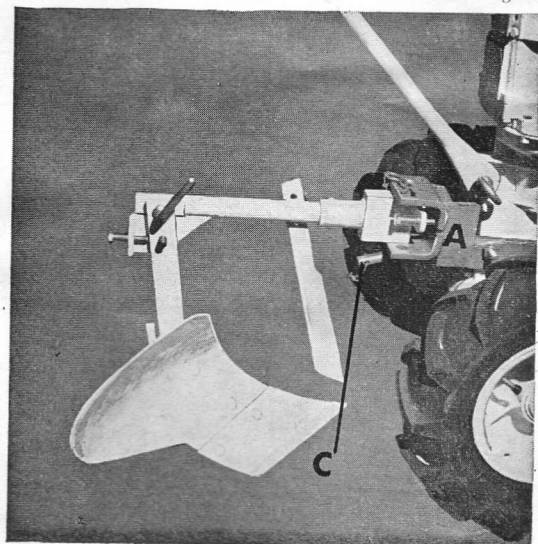

Fig. 7
- Montez la charrue sur l'attelage A et la verrouiller à l'aide de la cheville avec goupille C (fig. 7).